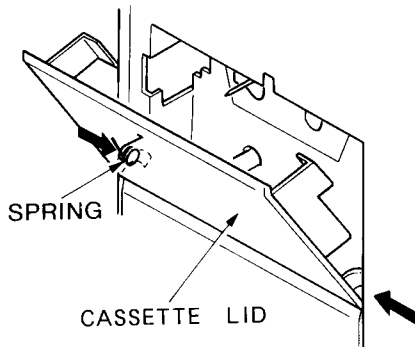

Fig. 1
1. Removing cassette lid (Fig. 1)